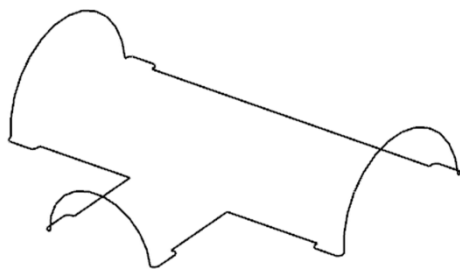
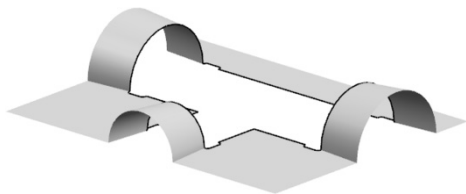

图 6-13 只显示分型线
图 6-20 修剪后的分型面
(24) 选取“菜单 | 格式 | 图层设置”命令，取消“□1”前面的“√”，隐藏第 1 层后，只显示分型线，如图 6-13 所示。
(33) 以图 6-16 的 3 个拉伸曲面和图 6-13 的分型线为修剪边界，在【修剪片体】对话框中选“☒ 放弃”复选框，修剪后的分型面如图 6-20 所示。
(34) 在横向菜单中单击“应用模块 | 注塑模向导”命令，切换到注塑模向导模块。
(35) 单击“编辑分型面与曲面补片”按钮，选取图 6-20 所示的曲面，单击“确定”按钮，所选的曲面转换为分型面。